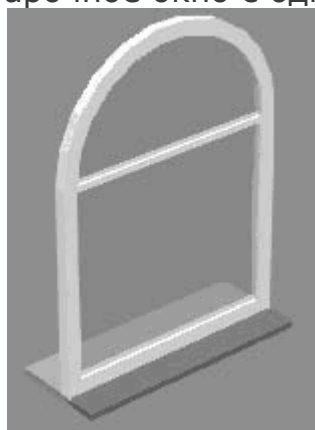

Рис. 1.68. Арочное окно с горизонтальной перемычкой
4. В группе кнопок для построения окон выполните команду Конструкция окна, расширенная 2. Вызовите окно настроек данной команды, снимите флажок С элементом перил и нажмите кнопку Базовый элемент в области Перекладины. В появившемся окне настроек установите количество вертикальных перекладин, равное 0. Должно получиться арочное окно с одной горизонтальной перемычкой (рис. 1.68).